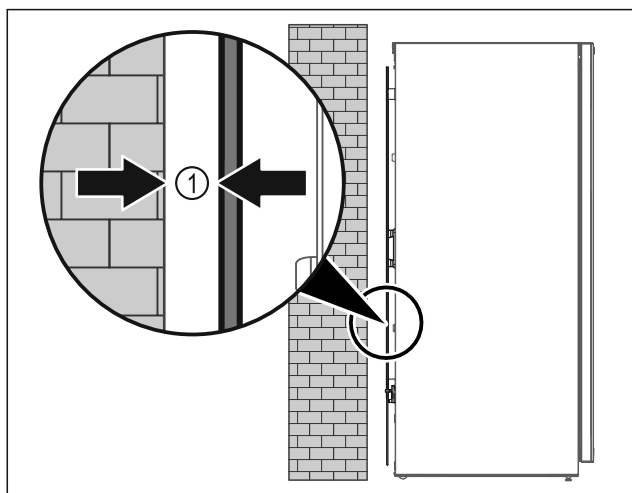

Fig. 10
- Aparat postavite na poljubno mesto v prostoru ali neposredno ob steno z minimalnim odmikom 5 mm Fig. 10 (1).